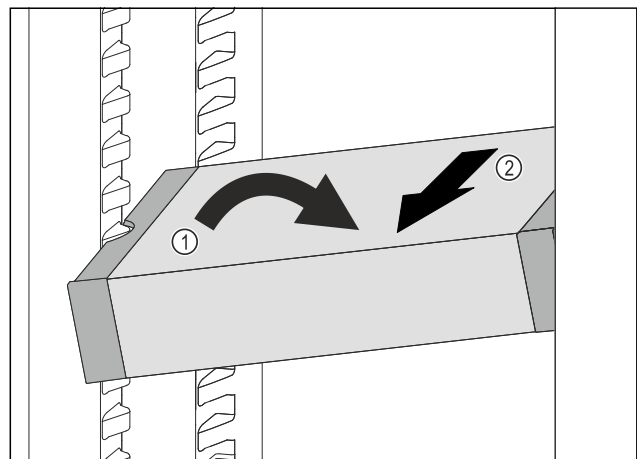

Fig. 108
- ▶ VarioSafe in het koelgedeelte schuin zetten. Fig. 108 (1)
- ▶ VarioSafe naar voren toe verwijderen. Fig. 108 (2)